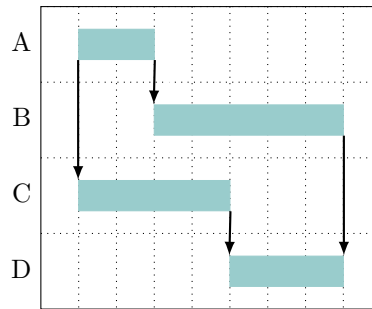

Figura 4.6: Tipos de dependencias
- **Diagramas de precedencia (PDM):** Utilizada para construir un modelo de programación en el cual las actividades se representan mediante nodos y se vinculan gráficamente mediante una o más relaciones lógicas para indicar la secuencia en que deben ser ejecutadas. El PDM incluye los siguientes **tipos de dependencias**¹ (Figura 4.6),:
- **Final a Inicio (FS):** Relación lógica en la cual una actividad sucesora no puede comenzar hasta que haya concluido una actividad predecesora. Es la más frecuente.
- **Inicio a Inicio (SS):** Relación lógica en la cual una actividad sucesora no puede comenzar hasta que haya comenzado una actividad predecesora.
- **Final a Final (FF):** Relación lógica en la cual una actividad sucesora no puede finalizar hasta que haya concluido una actividad predecesora.